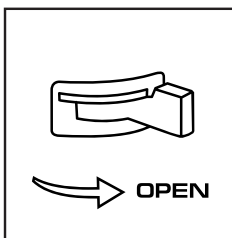

Рис.16
3. Откройте топливный кран (крайнее правое положение ручки) (Рис. 16).